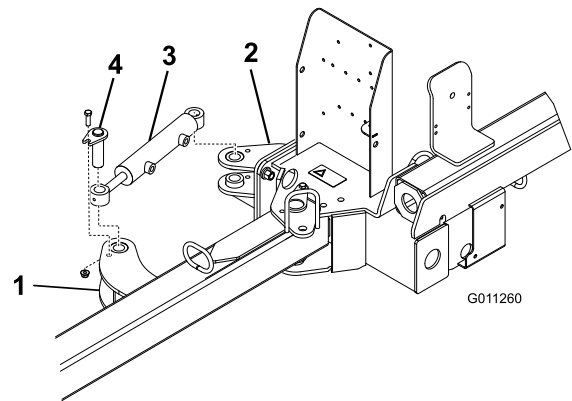

Figure 6
2. Fixez chaque extrémité du vérin hydraulique à une patte de commande à l'aide d'une goupille, d'un boulon $3/8 \times 1-1/4$ " et d'un écrou $3/8$ " (Figure 6). Veillez à fixer l'extrémité de la tige (extrémité active) du vérin à la patte de commande avant.